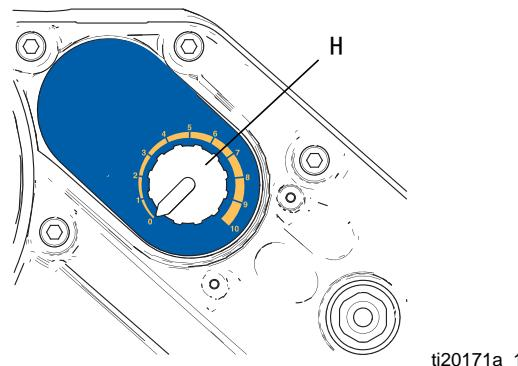

图 7：压力调节旋钮
1. 拉出控制旋钮 (N) 进行设置。沿顺时针方向旋转旋钮增加压力，或沿逆时针方向旋转降低压力。推进旋钮，锁定。参见图 7。